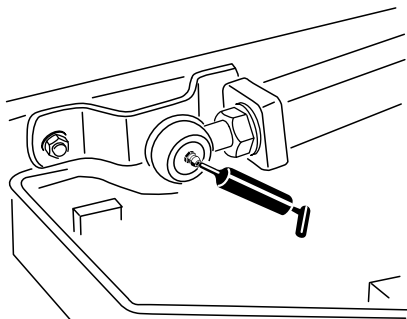

Bild 41
- Hubarm-Kugelgelenke (2) (Bild 41)